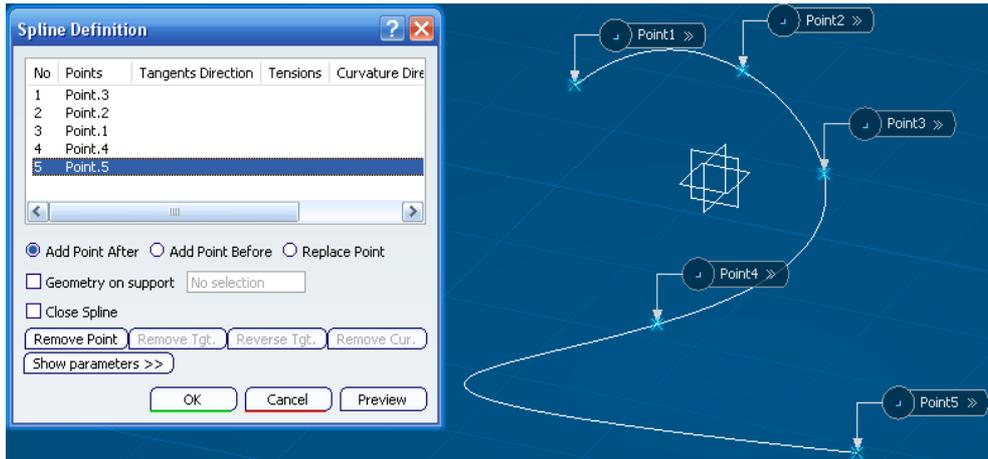

Ilustración 377: Generación de un Spline.
**Spline (Curvas por puntos).** Permite generar una curva a través de unos puntos de control. Si se activa esta operación, aparecerá una ventana de definición en la que se podrán seleccionar los puntos por los que pase la curva, como se muestra en la Ilustración 377.